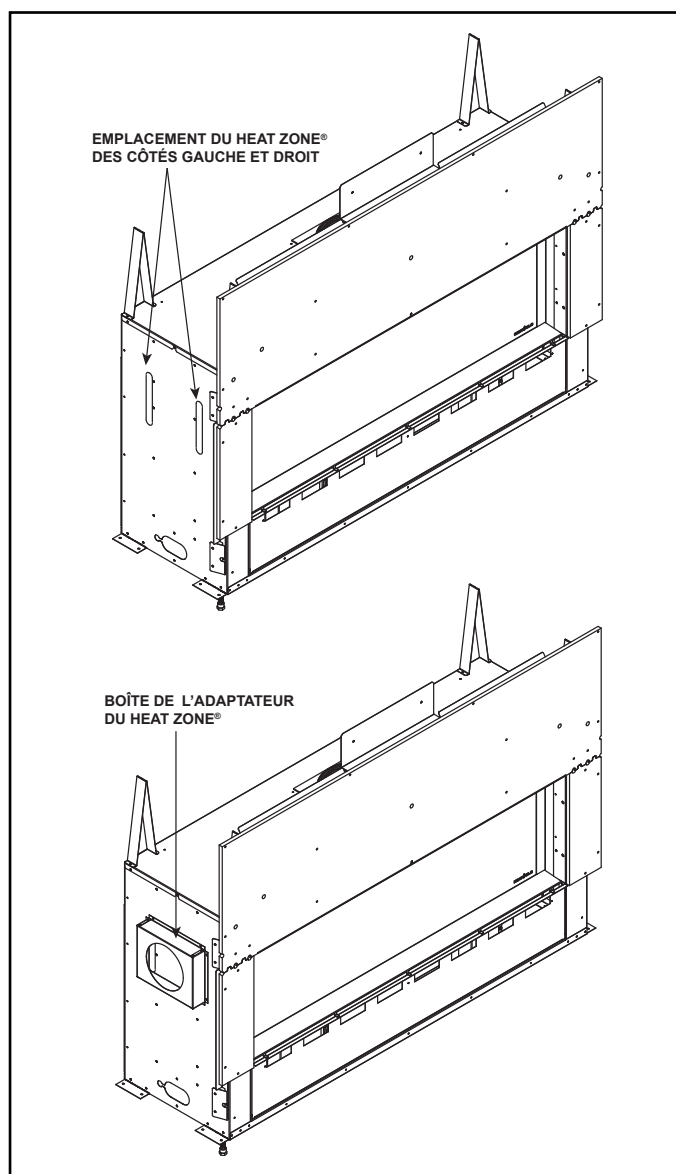

Figure 5.5 Adaptateur du Heat Zone
- Localisez le point d'accès à Heat-Zone® à la gauche et à la droite de l'appareil. Voir la figure 5.5. Retirez les alvéoles défonçables de l'appareil à l'aide de cisailles de ferblantier.